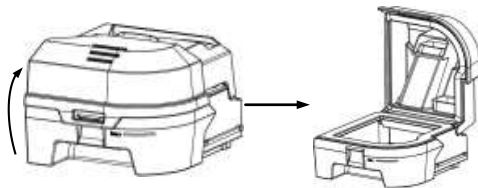

Fig. 17-1
(1) **Abra la Cámara de Agua:** Abra la tapa de la Cámara de agua, como se muestra en Fig. 17-1.